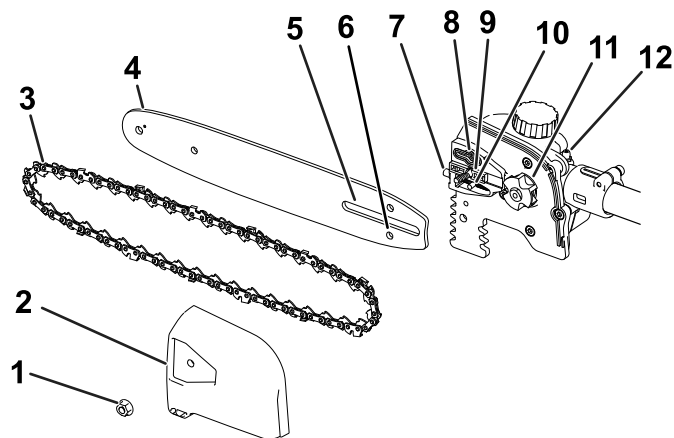

Figure 15
2. Déposez le couvercle latéral; tournez la vis de l'étui du guide-chaîne dans le sens antihoraire jusqu'à ce que la vis puisse être retirée, puis déposez le couvercle latéral (Figure 15).
Important: Vérifiez que le goujon de réglage de la chaîne est bien inséré dans la fente correspondante sur le guide-chaîne (Figure 15).
Vous devrez peut-être tourner la vis de réglage de tension de la chaîne pour pouvoir enfiler le goujon dans la fente du guide (Figure 15).
7. Contrôlez la sortie d'huile (Figure 15) et enlevez les débris éventuellement présents.
2. Nettoyez le graisseur avec un chiffon (Figure 15).